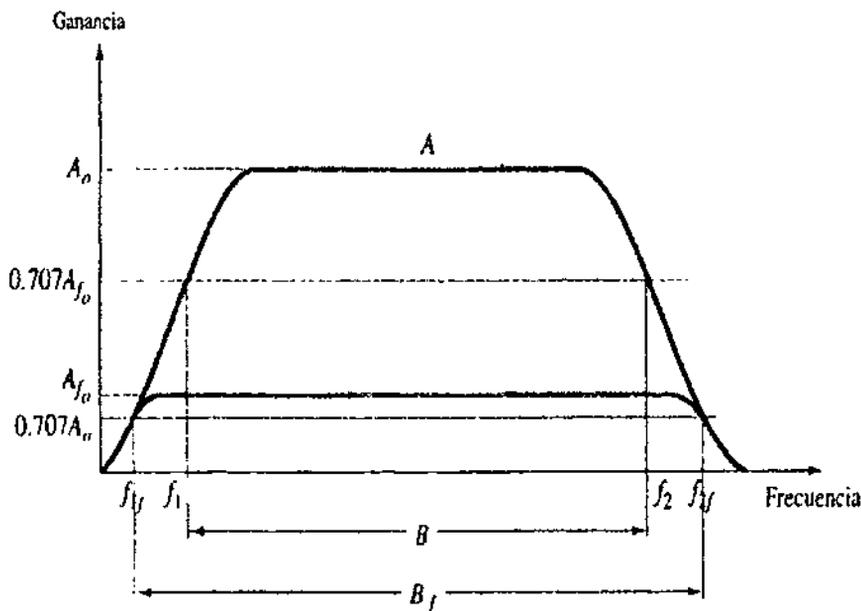

Figura 6.6 Efecto de la retroalimentación negativa sobre la ganancia y en ancho de banda.
La figura 6.6 muestra que el amplificador con retroalimentación negativa tiene un ancho de banda mayor (B_f) que el amplificador sin retroalimentación (B). El amplificador con retroalimentación tiene una mayor frecuencia superior en 3 dB y una menor frecuencia inferior en 3 dB.